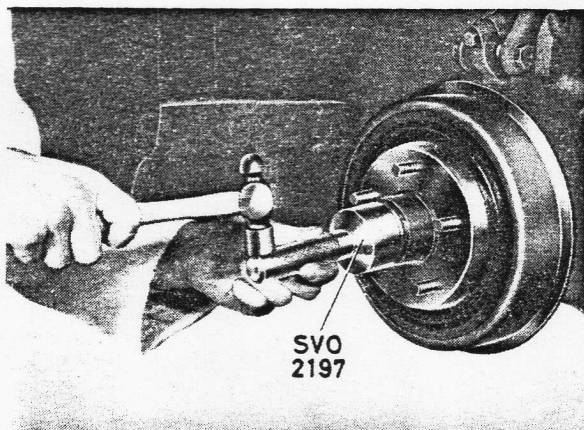

Bild 7-13. Schmierkappe entfernen
2. Schmierkappe mit Dorn SVO 2197 abnehmen, siehe Bild 7-13. Splint entfernen und Kronenmutter abschrauben. Radnabe mit Abziehvorrichtung SVO 1791 abziehen, siehe Bild 7-14. Falls der innere Lagerring nicht herauskommt, mit Vorrichtung SVO 1794 vom Achsschenkel abziehen, siehe Bild 7-15.
2. Schmierkappe mit Dorn SVO 2197 abnehmen, siehe Bild 7-13. Splint entfernen und Kronenmutter abschrauben. Radnabe mit Abziehvorrichtung SVO 1791 abziehen, siehe Bild 7-14. Falls der innere Lagerring nicht herauskommt, mit Vorrichtung SVO 1794 vom Achsschenkel abziehen, siehe Bild 7-15